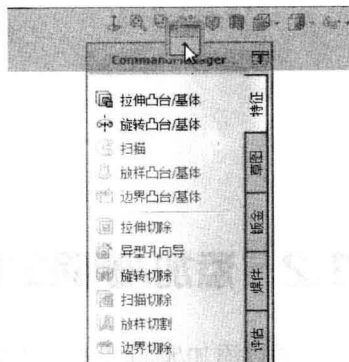

图 1-10 拖动工具栏
(1) 直接在工具栏空白处双击，即可使工具栏恢复到原来的位置。该方法不能使工具栏移动到其它位置。
(2) 单击拖动工具栏，这时在 SolidWorks 界面周围会出现  三个图标，将工具栏拖动到任意一个图标处，如图 1-10 所示，工具栏就会自动插入相应的位置处。